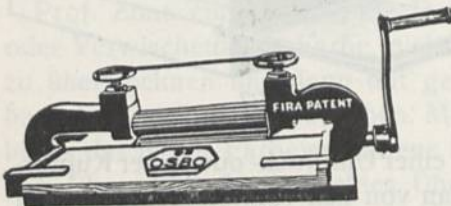

Abb. 223.
**zenpressen** sind: die Bromöl-Umdruckpresse **Kür** und die Umdruckmaschine **Fira** (Abb. 223), beide von Fischer-Wien, sowie die **Umdruckpresse** für Öl- und Bromöldruck von Walter Talbot-Berlin.